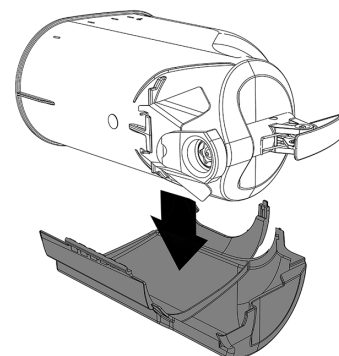

Bild 2
**1** Die rechte Seite der Abdeckung auf eine Fläche legen. Den Behälter hineinlegen. (Bild 2)(Bild 3).